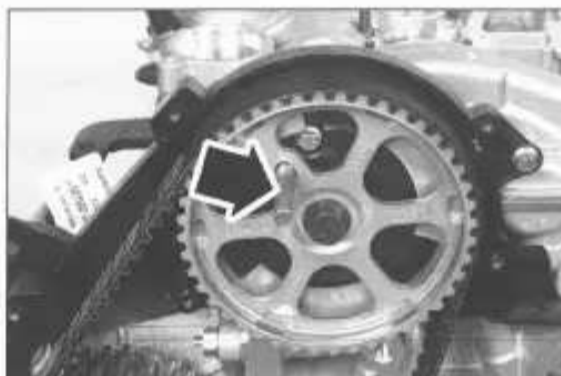

FIG. 9
- Calar la rueda dentada de eje de levas con un útil apropiado o el útil Ford 303-735 \varnothing 8 mm (fig. 9).
- Desmontar los pasadores (fig. 9) y (fig. 10).
- Montar los pasadores (fig. 9) y (fig. 10).